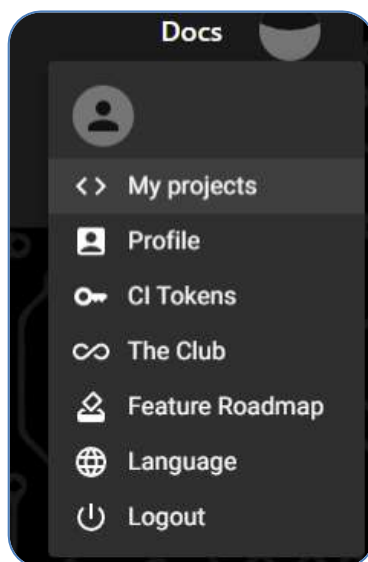

Рис. 1.2. Меню середовища симуляції
- а. Після авторизації відкрийте головне меню та перейдіть до розділу «My Projects» (рис. 1.2).